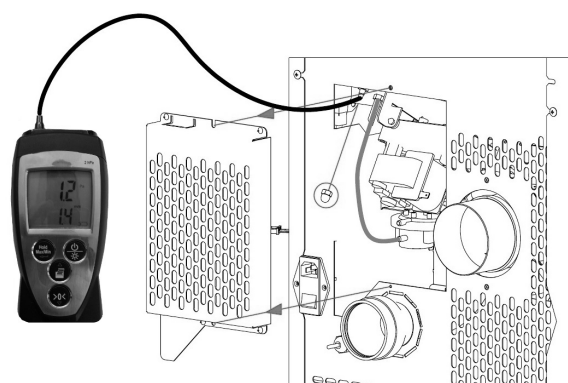

Fig. 77 - Conexión del presostato digital
- Conecte un presostato digital con un tubo para detectar la depresión (vea **Fig. 77**).